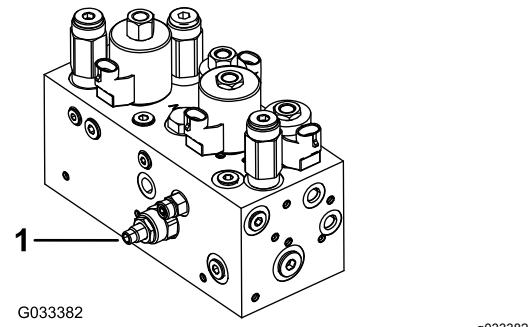

Figure 49
Le circuit de levage/abaissement des unités de coupe de cette machine est muni d'un régulateur de débit (Figure 49). Celui-ci est ouvert en usine d'environ 3 tours. Cependant, un réglage est parfois nécessaire pour compenser les différences de températures de liquide hydraulique, de vitesses de tonte, etc.
1. Soulevez le siège et trouvez le régulateur de débit du cadre de traction central (Figure 49) situé sur le côté du collecteur hydraulique.